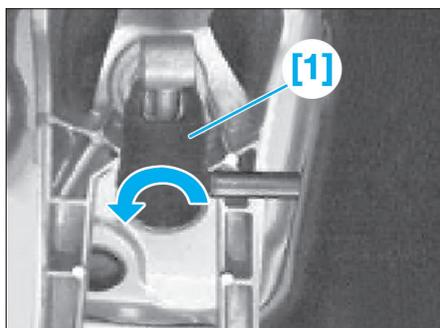

Fig. 18
- Insérer l'outil [1] dans le palier et le tourner de 90° dans le sens antihoraire (Fig.18).